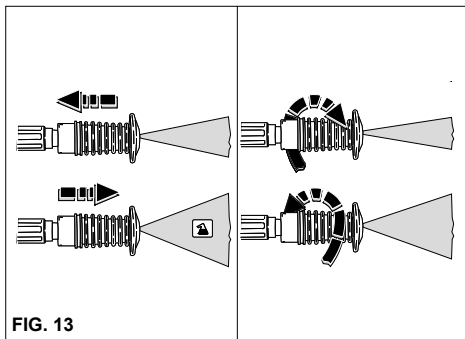

FIG. 13
UTILIZAÇÃO DO BICO REGULÁVEL MULTIREG (fig. 13)
- Quando a hidrolimpadora não está sendo utilizada, deve-se fechar o dispositivo de segurança do punho. (fig. 13).
- 2) Ligue a máquina de lavar, active o comando de sucção do detergente colocado na lança (fig.13) e espalhe a solução sobre a superfície a lavar de baixo para cima. Deixe agir por alguns minutos.